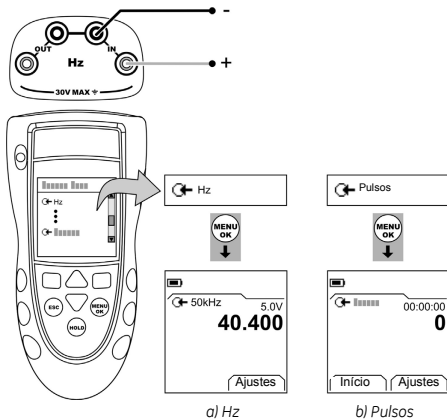

Figura 1: Exemplo de configuração – Medir Hz ou contar Pulsos
1. Conecte o instrumento (Figura 1) e, se necessário, ajuste o *Conf.* (Tabela 1).